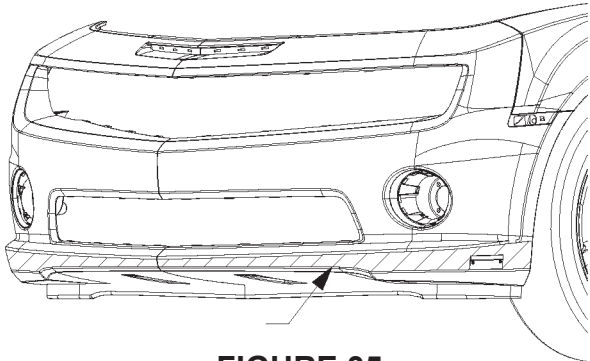

FIGURE 35
11. Essuyer la région indiquée du véhicule avec le tampon d'alcool fourni. Laisser sécher. Se reporter à la Figure 35.